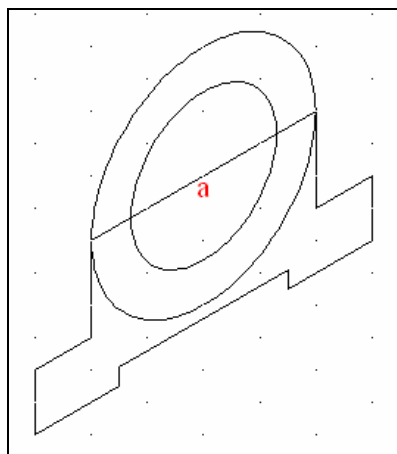

图 7-30 绘制轴测圆
(3) 绘制右平面中的轴测圆, 如图 7-30 所示, 相关命令提示如下: